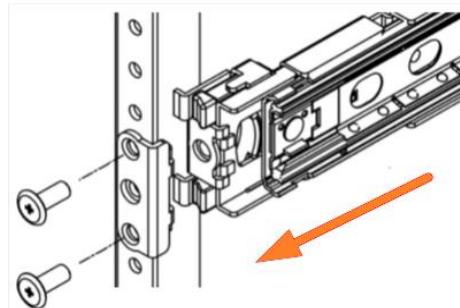

Рисунок 118 - Передний кронштейн
- 3) Выровнять передний кронштейн с монтажным отверстием (см. Рисунок 118).